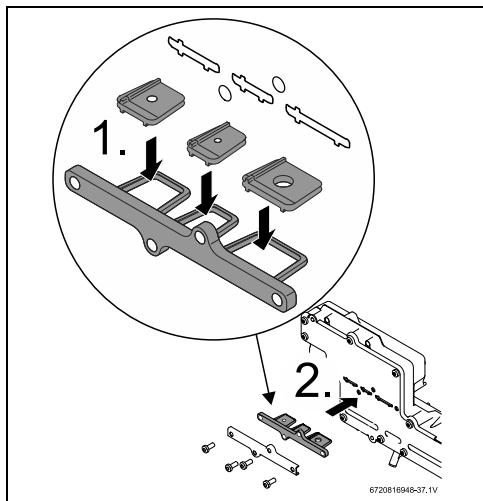
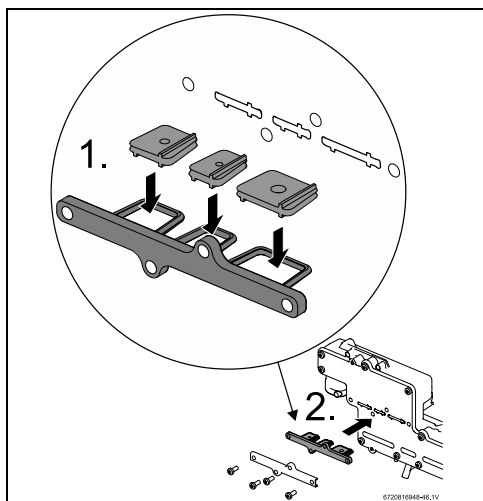

Fig. 52 Assemblage de conversion de gaz pour l'appareil 199kBTU
Fig. 53 Assemblage de conversion de gaz pour l'appareil 160kBTU
- Les 3 panneaux de restriction doivent être pré-assemblés sur leur bac, mais s'il est en vrac dans la boîte, respecter les consignes d'installation, comme illustré sur la fig. 52 et 53 [1].
- Introduire la plaque de conversion GPL à l'endroit approprié, illustré sur la Fig. 52 et 53 [2].
- Les trois limiteurs de débit ainsi que les joints doivent être assemblés conformément à la Fig. 52 et Fig. 53, afin d'assurer des performances correctes de l'appareil.